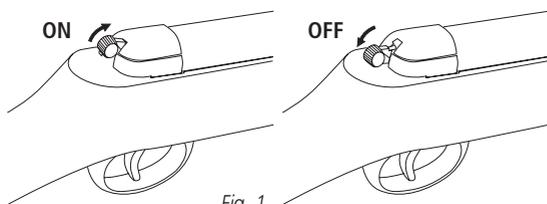

Fig. 1
- Pour placer la sûreté (position ON), ramener le bouton en avant. Ainsi le déclenchement ne peut s'effectuer et la carabine ne peut pas être utilisée. (Fig. 1)
- Pour enlever la sûreté, (position OFF) ramener le bouton vers l'arrière. La carabine est prête à l'emploi. (Fig. 1)
**ATTENTION:** Tant que vous n'êtes pas prêt à tirer, maintenir la sûreté en position "ON". (Fig. 1)